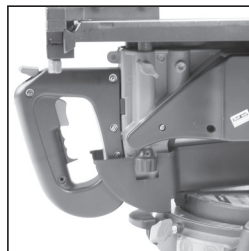

FIG. 16
- Contrôlez l'intégrité de l'installation, et que la poignée de la machine fixe le carter auxiliaire en place. (**Fig. 16**)